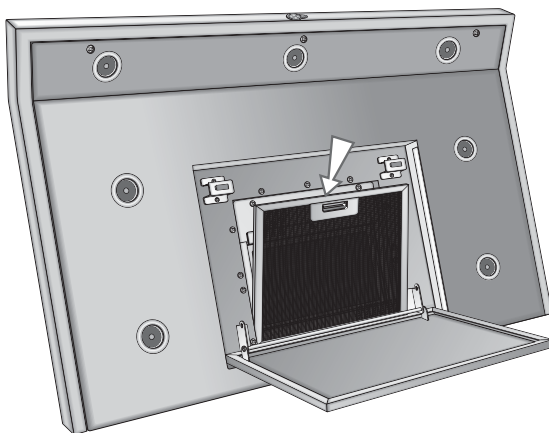

Fig. 1
- Zum Ausbau die Klappe öffnen, dazu auf den mittigen vorderen Teil Druck ausüben, anschließend Griff betätigen (Abb.1).
- To dismantle, open the door by pressing on the central back part, then work on the handle (Fig.1).
- Pour le démontage, ouvrir la porte en exerçant une pression sur la partie antérieure centrale, opérer ensuite avec la poignée (Fig.1).
- Per lo smontaggio aprire lo sportello facendo pressione nella parte anteriore centrale, agire poi sulla maniglia (Fig.1).
- Ved afmontering skal man åbne lågen ved at trykke foran i midten, og derefter benytte håndtaget (Fig.1).
- Voor de demontage maak het deurtje open door op de voorkant, centraal, te drukken, handel vervolgens op de hendel (Fig.1)